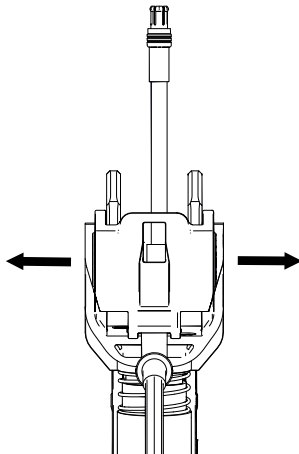

Abb. 152: Wippe inkl. Schleifkontakt vom Gelenk demontieren
- Wippe inkl. Schleifkontakt (1) vom Gelenk (2) demontieren (siehe Abb. 152 und Abb. 153). Evtl. einen Schlitzschraubendreher > 3,0 zu Hilfe nehmen.